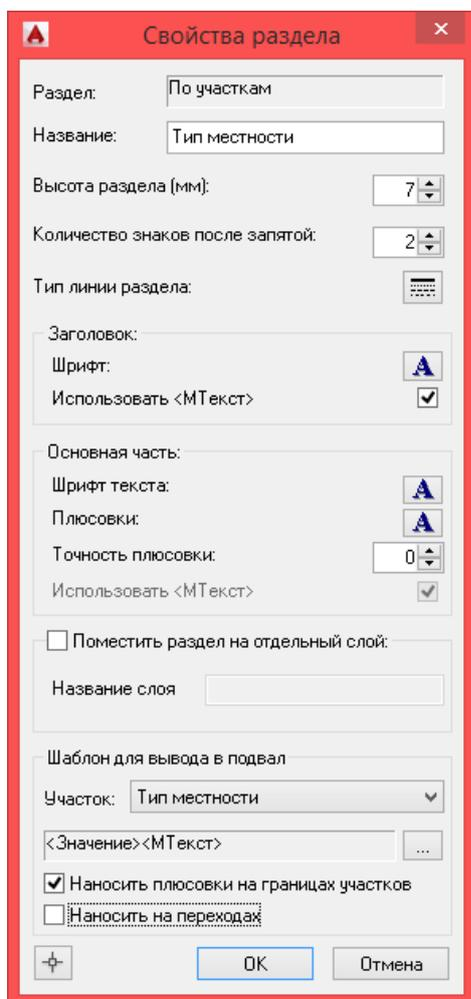

Рис. 116 Создание пользовательского раздела подвала По участкам
3. В диалоговом окне *Свойства раздела* (см. рис. 116) указать название, задать настройки текста (шрифт, цвет, выравнивание, поворот и др.).